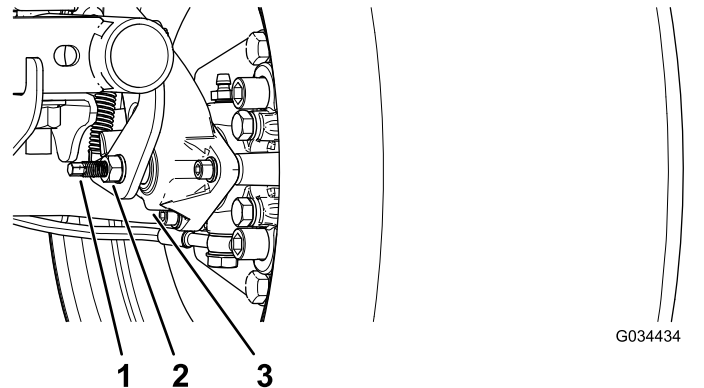

図 53
3. レンチを2本使用し、1本のレンチでキャリパの調整ポストが回らないように保持しながら、もう1本でジャムナットを 1/4 回転ゆるめる 図 53。
4. 調整ポストとジャムナットを保持した状態で、調整ポストを回して締め付ける 図 53。
5. 調整ポストとジャムナットを保持した状態で、1/4 回転だけでもどす 図 53。
6. 調整ポストとジャムナットを保持した状態で、ジャムナットを締め付ける 図 53。